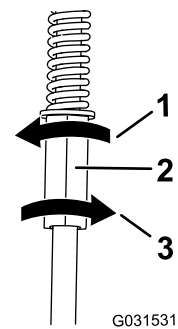

Figure 53
4. Tournez ensuite la tige de commande d'un quart de tour à la fois jusqu'à ce que la machine avance en ligne droite (Figure 53).